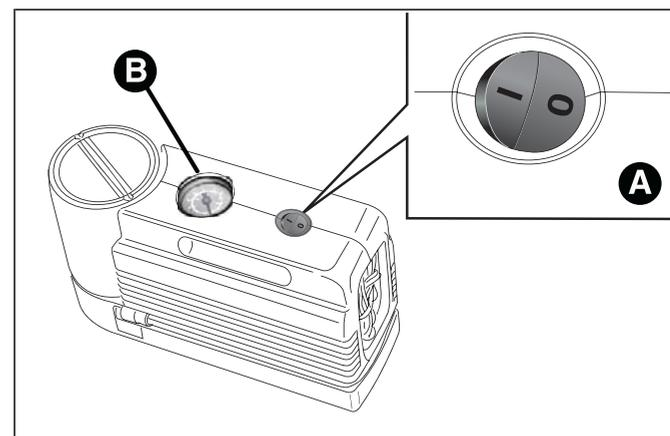
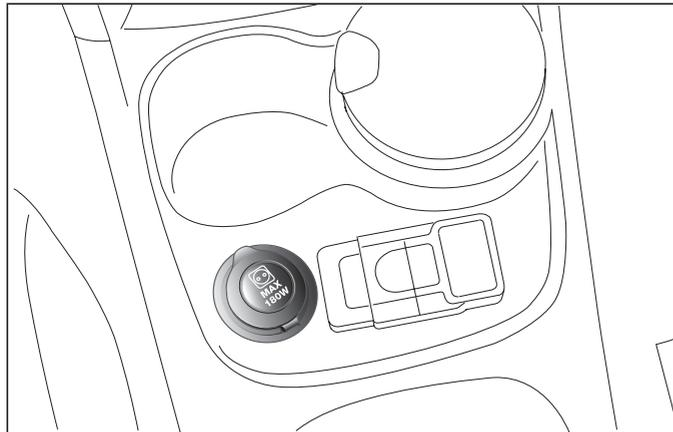

fig. 121
fig. 122
- ❑ s'assurer que l'interrupteur A fig. 121 du compresseur est en position 0 (éteint), démarrer le moteur, introduire la fiche dans la prise de courant située sur le tunnel central fig. 122 et actionner le compresseur en plaçant l'interrupteur A en position I (allumé). Gonfler le pneu à la pression indiquée dans le paragraphe « Pression de gonflage » du chapitre « Données Techniques ». Pour obtenir une lecture plus précise, il est conseillé de vérifier la valeur de la pression sur le manomètre B fig. 121 quand le compresseur est éteint ;